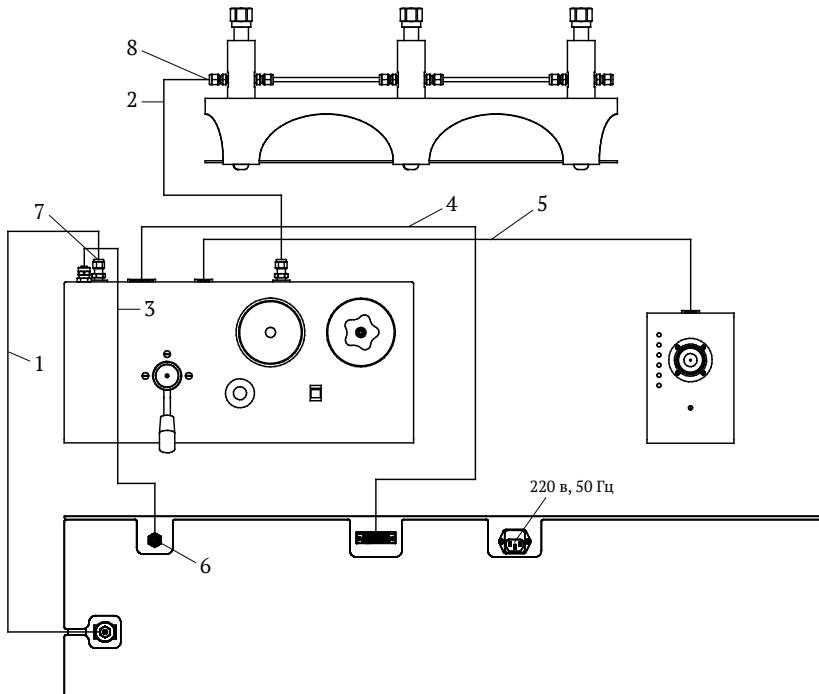

Рис. 7. Схема соединения блоков ГСКА:
6.2 Установите систему на рабочем месте и соедините согласно Рис. 7.
6.3 Снимите вентиль сброса давления и крышку стакана на блоке управления, залейте рабочую жидкость в стакан. Отсоедините пластиковую трубку 3 (Рис. 7) от силового блока в соединении 6, заглушив ее пальцем. По-немного стравливая воздух пальцем заполните трубку рабочей жидкостью, что-бы осталось незаполненным 10...15 см труб-
- разъедините полностью соединение 8 (Рис. 7), подставьте под конец трубы низкую емкость и прокачайте систему в режиме предварительного создания давления до прекращения поступления из трубы загрязненной рабочей жидкости, контролируя при этом уровень жидкости в бачке.